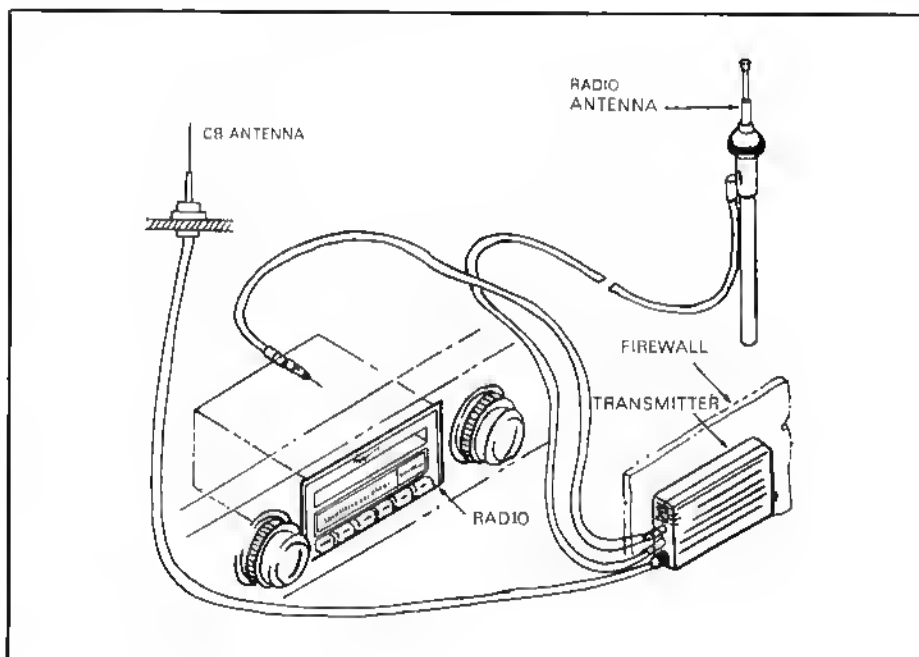

Figura 2 - Collegamento del trasmettitore con antenna radio o antenna CB.
A) Antenna radio o CB. Potete collegare il trasmettitore alla radio o all'antenna CB (vedi figura 2). Il collegamento a un'antenna esterna dà al trasmettitore una gamma di trasmissione più ampia. Però, se l'asta dell'antenna è rimossa o spezzata, o se si ritrae nel parafrangente automaticamente quando spegnete il motore, il sistema d'allarme diventa inefficace.